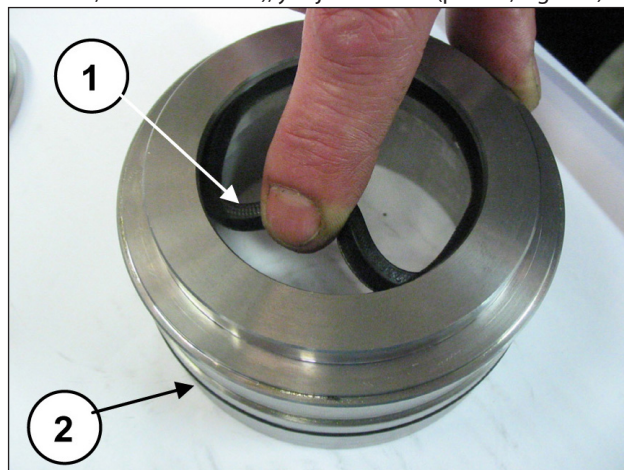

Fig. 164
Introducir la junta de baja presión en el soporte de las arandelas de prensaestopas (pos. ①, Fig. 164), controlando el sentido de montaje (el labio de retención debe estar hacia adelante, hacia el cabezal), y la junta tórica (pos. ②, Fig. 164).